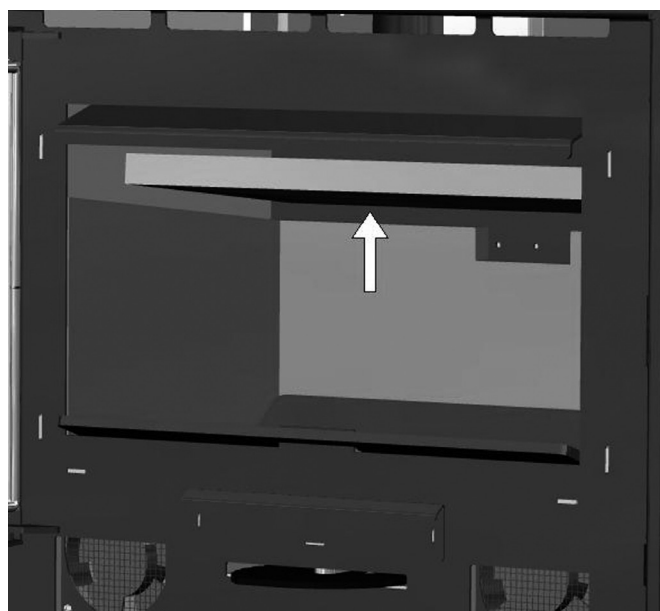

FIG. 6
- Glisser le déflecteur vers le haut, soulevez davantage un côté que l'autre jusqu'à pouvoir le descendre entre les deux plaques d'appui et le sortir du foyer. Faites-le avec soin parce que la vermiculite est fragile (Fig. 6 - 7 - 8).